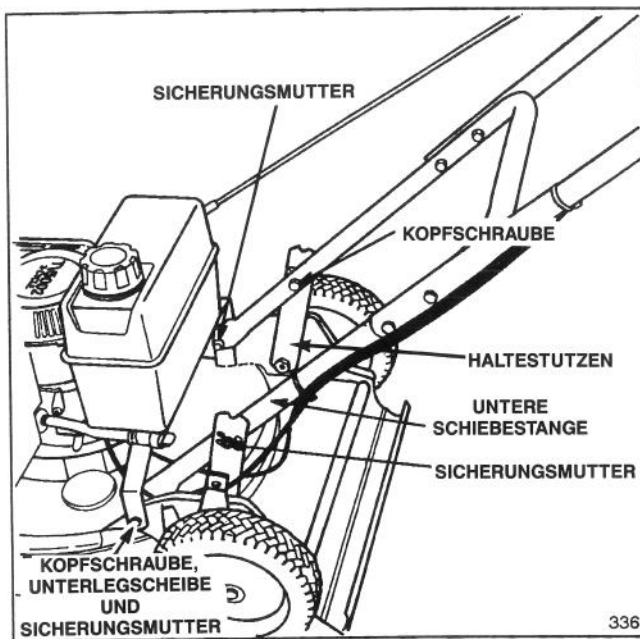

Abbildung 1
1. **UNTERE SCHIEBESTANGEN** (Abb. 1)—Untere Schiebestangen an der Innenseite des Gehäuses mit 51 mm langen Kopfschrauben, Unterlegscheiben und Sicherungsmuttern befestigen. Die Unterlegscheibe paßt zwischen die Schiebestange und das Mähergehäuse.